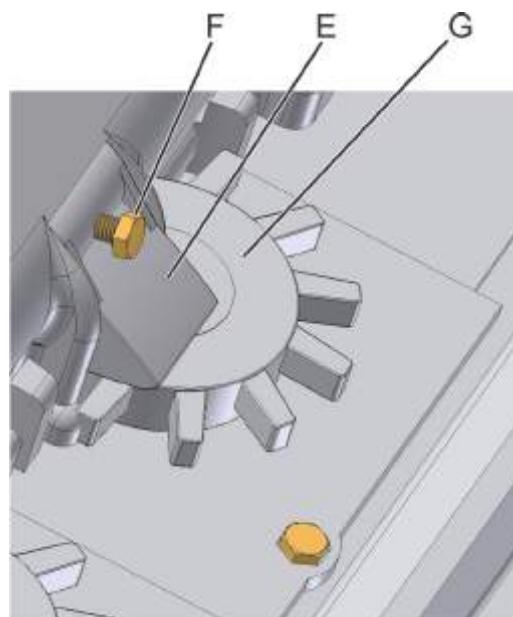

fig. 23
A regulagem da quantidade de fertilizante em Kg/ha é realizada através das alavancas reguladoras (A) (fig. 22) e do intercâmbio de rodas dentadas motrizes (B) e rodas dentadas movidas (C), sendo que o fertilizante é deslocado através do rotor (G) (fig. 23).
- 1-** Verifique inicialmente se os reguladores (E) (fig. 23) estão livres, caso não estejam faça a liberação dos mesmos, afrouxando os parafusos de fixação (F);